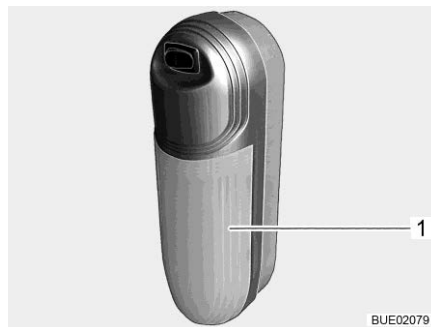

Bild 314 Påbyggnadslampa
- Transparent kåpa (Bild 314,1) lätt att dra ur från kontakten och ta bort.